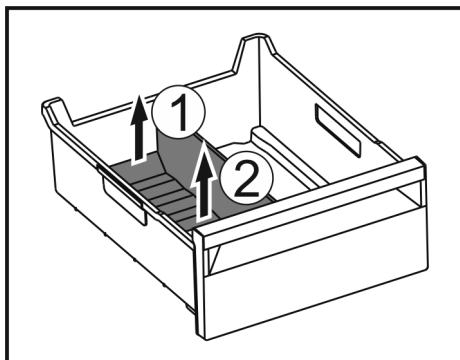

Fig. 163
- Sollevare la parte posteriore del divisore dello scomparto del ghiaccio. Fig. 163 (1)
- Rimuovere il divisore dello scomparto del ghiaccio verso l'alto. Fig. 163 (2)